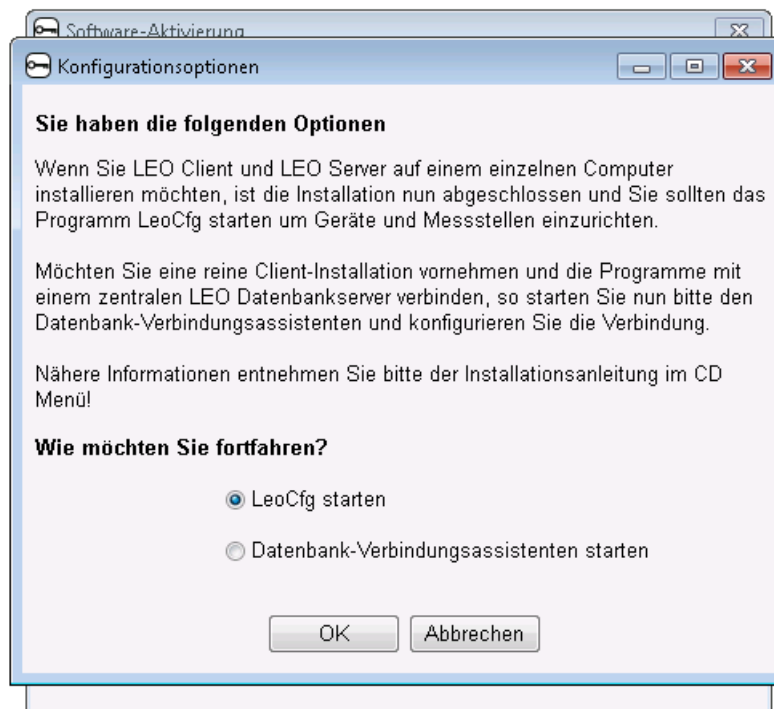

Abbildung 3.3: Konfigurationsoption
2. Es erscheint eine Nachfrage wie in **Abbildung 3.3** auf **Seite 24**. Wählen Sie hier **LeoCfg**.